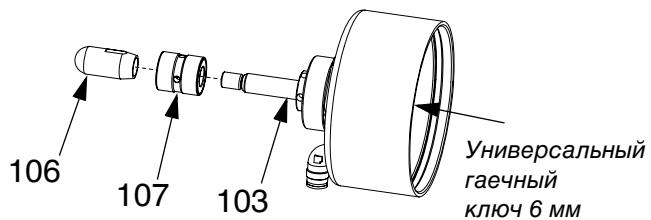

Рис. 9
- Нанесите смазку на стержень поршня и установите патрон с уплотнением П-образного сечения (107) на пневматический корпус (102), при этом открытый конец уплотнения П-образного сечения должен быть направлен в противоположную сторону от пневматического корпуса. См. Рис. 9.
- Сотрите смазку с резьбы стержня поршня. Нанесите фиолетовый анаэробный клей (поставляется в ремонтном комплекте) на наружную и внутреннюю резьбу, затем установите сферический корпус (106). Крутящий момент до 40 футофунтов (54 Н•м). См. Рис. 9.